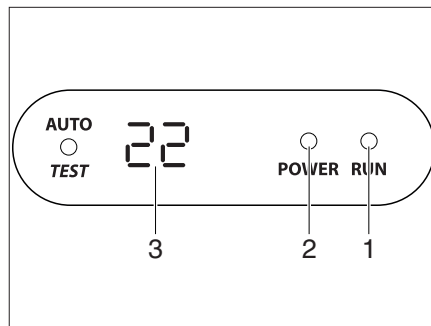

Fig. 320 Display sul diffusore
- Collegare il veicolo all'alimentazione a 230 V. L'impianto di climatizzazione è pronto a funzionare. Il LED (Fig. 320,2) sul display del diffusore si accende in rosso.
- Per attivare, premere il tasto di accensione/spegnimento (Fig. 319,2) del telecomando. Il LED (Fig. 320,1) è acceso in verde quando l'impianto di climatizzazione funziona in modalità di raffreddamento. Il LED (Fig. 320,1) è acceso in rosso quando l'impianto di climatizzazione funziona in modalità di riscaldamento.